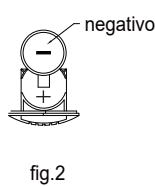

fig.2
---Coloque la batería CR2032 en el compartimento, con el polo negativo (-) hacia fuera (fig. 2).